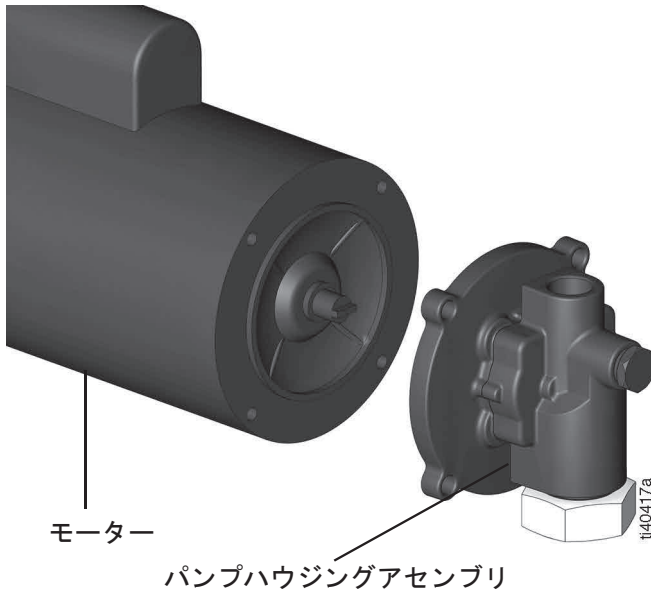

図 4
6. パンプハウジングアセンブリをモーターから外します (図 4)。